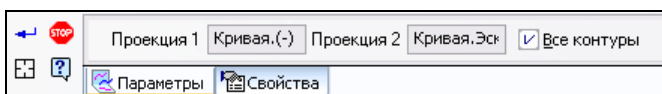

Рис. 7.20. Панель свойств команды **Кривая по двум проекциям**
- ◆ при включении опции **Все контуры** на Панели свойств (рис. 7.20) появляется панель **Список контуров**, содержащая список контуров. Выберите нужные контуры для построения, поставив или сняв флажок **Все контуры**;